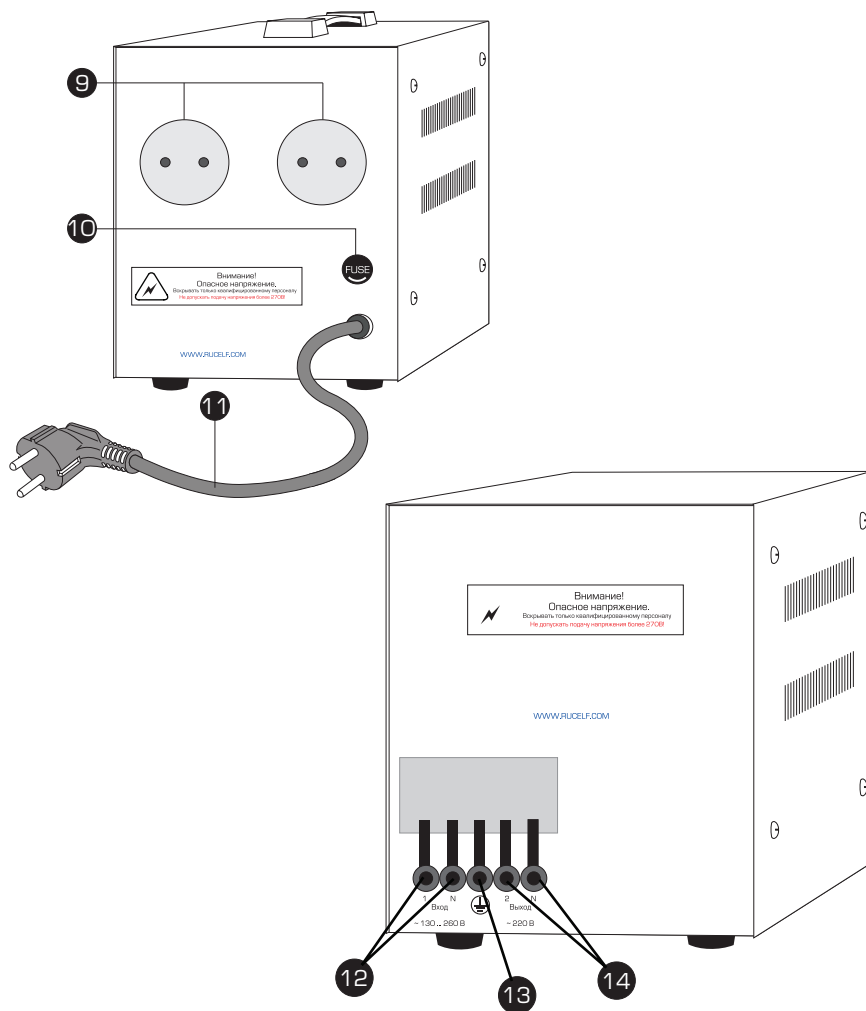

Рис. 3
- Подключить нагрузку к клеммам или розетке №9, 14 (рис.3) выходного напряжения.
- Подключить в сеть 220 В шнур питания или пару входных клемм №11, 12 (рис. 3) на задней панели стабилизатора.